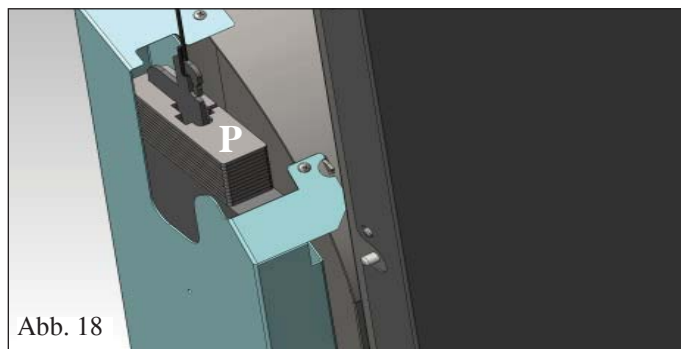

Abb. 18
Die Schiebetür des Kamins ist mit Gegengewichten versehen, die weichen Verschluss und eine weiche Bewegung gewährleisten. Die Wirkung der Gegengewichte kann durch Hinzufügen einer oder mehrerer, dem Heizkamin beigelegter Platte (zusätzliche Gegengewichte) reguliert werden (P - Abb. 18).
- Den "Kalthandgriff" in die Knagge zwischen dem Gestell und der Klappe stecken und zum Öffnen drehen (Abb. 18).